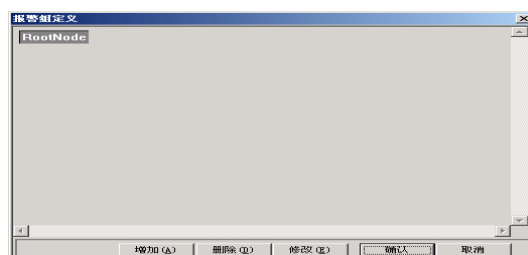

图 5-1 报警组定义对话框
1、在工程浏览器窗口左侧“工程目录显示区”中选择“数据库”中的“报警组”选项，在右侧“目录内容显示区”中双击“进入报警组”图标弹出“报警组定义”对话框，如图 5-1 所示：